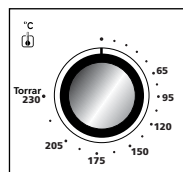

Figura 1
- 1. Botão de controle de temperatura:** ajusta o termostato à temperatura desejada. (Veja Figura 1)